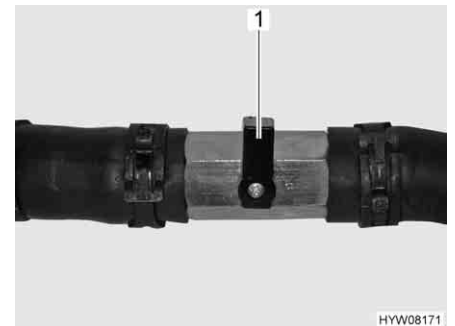

Fig. 199 Robinet d'arrêt fermé
- Placer le levier (Fig. 199,1) transversalement à la conduite.